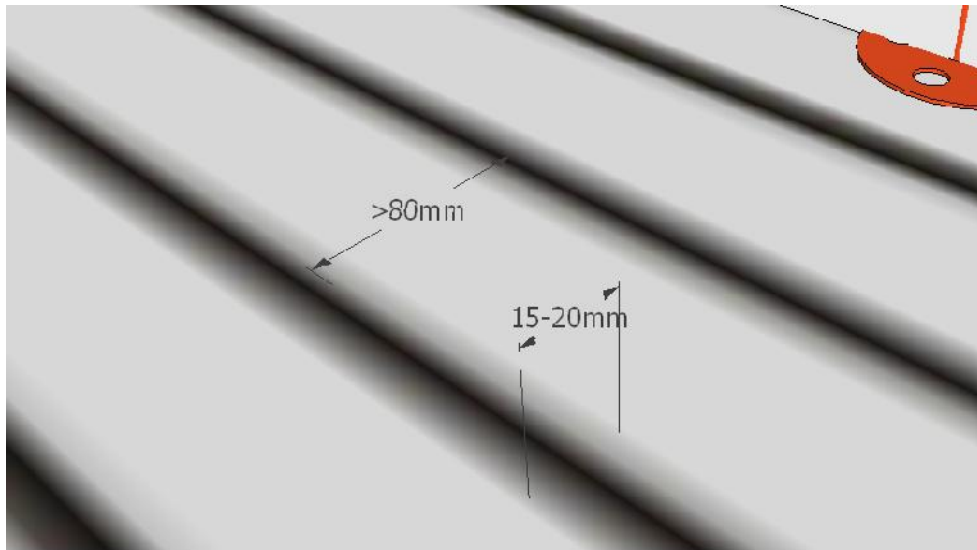

Рис.4. – Ширина ліній та відстаней між ними.
- ширина білої поверхні між лініями та бортами траси від 80мм (Рис.4);